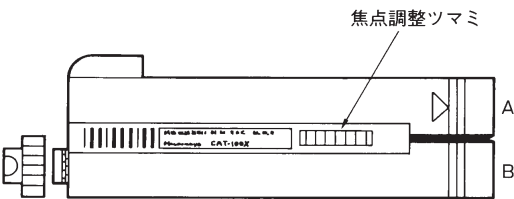

図2
(3)光ファイバカッタアダプタ7155の凹凸部がブレードホルダーを包むよう（図2、3）に光ファイバカッタアダプタを取り付けてください。
- (2)図2のように拡大鏡アダプタを拡大鏡に取り付けてください。